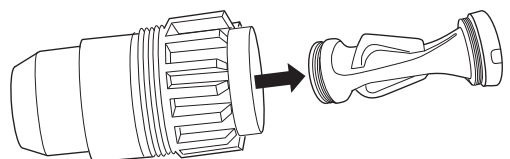

Figure 7
- Retirez le diaphragme (voir la Figure 7) et l'examinez pour vérifier l'usure et rincez-le minutieusement avec de l'eau. Remplacez-le au besoin.